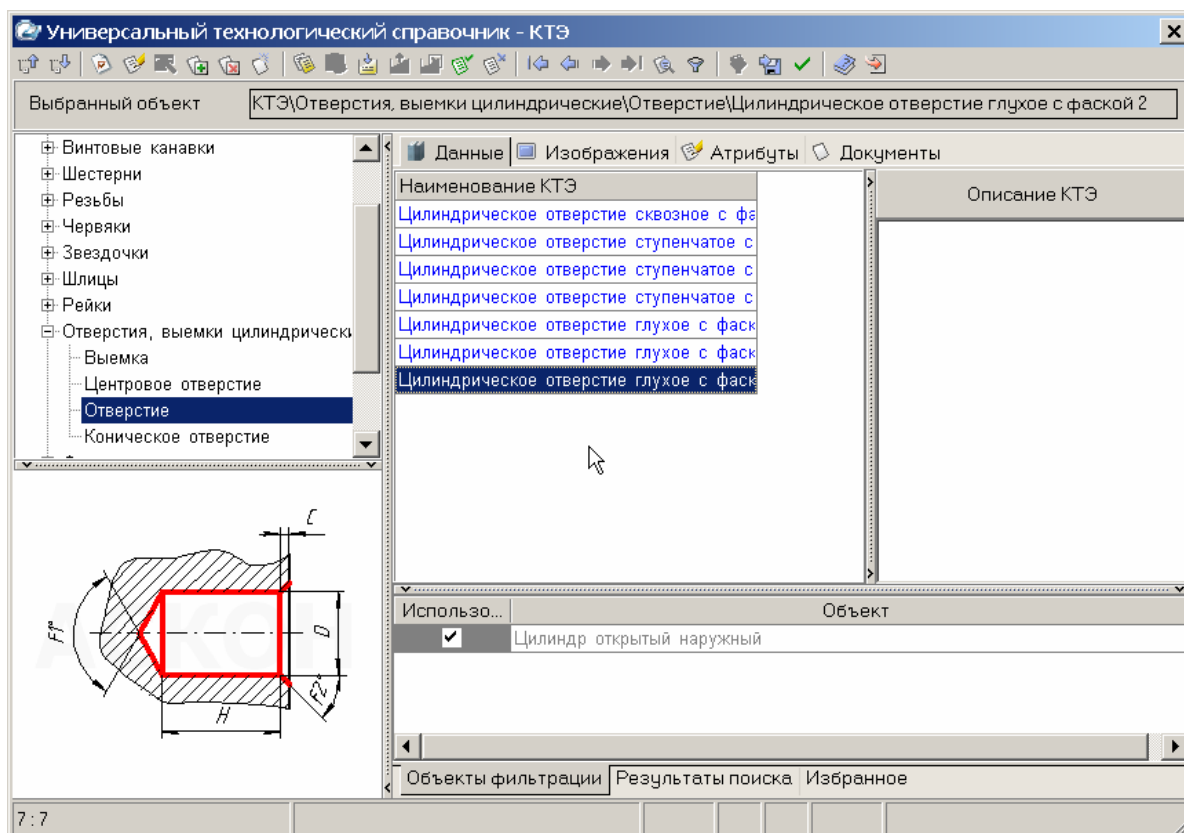

Рисунок 22 – Выбор КТЭ в библиотеке
3. В библиотеке КТЭ (рисунок 22) указываем требуемый КТЭ и нажмите кнопку **Применить**. Порядок работы с библиотекой такой же, как и с другими базами, данных **Универсального технологического справочника**.